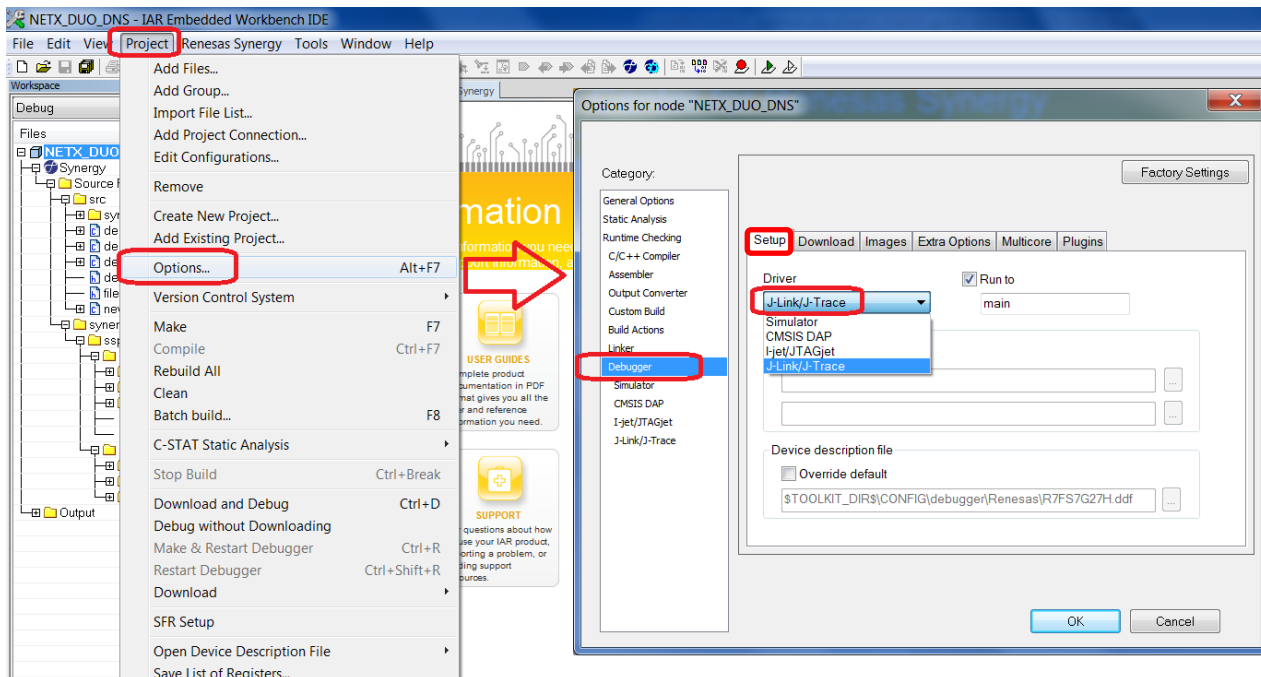

図 1.13 デバッガのセットアップ 1
1. デバッグプロブ (図 1.13) を確認するために、[Project] (プロジェクト) > [Options] (オプション) > [Debugger] (デバッガ) > [Setup] (設定) > [Driver] (ドライバ) をクリックします。